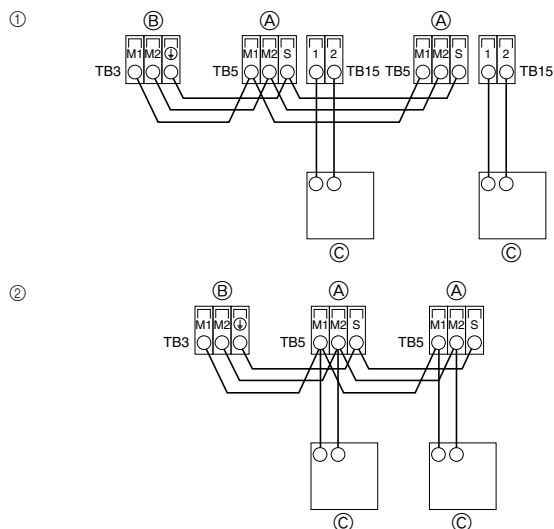

Fig. 4-2
4.2. Raccordement des câbles de la commande à distance et des câbles de transmission intérieurs et extérieurs (Fig. 4-2)
① Commande à distance MA
② Commande à distance M-NET